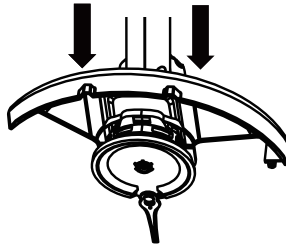

Fig. 3
- b.** Empuje la hebilla central hacia adelante en la dirección indicada hasta que escuche un clic, lo que indica que la instalación está completa. (Fig. 3)